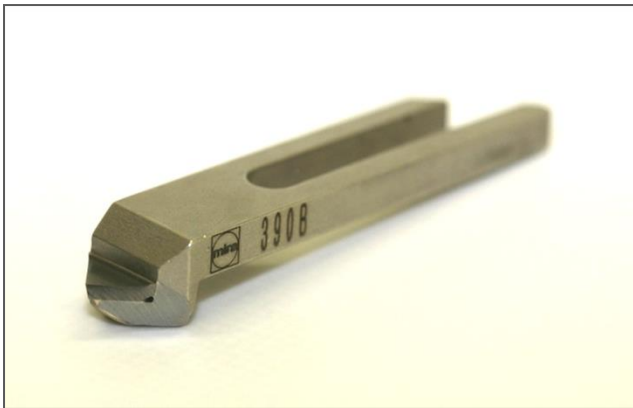

Fig. 30
1. Seleccione el tipo de herramienta 390 (A, B o C) que se adapte al diámetro inferior (Fig. 30). Ver catalogo de herramientas por separado.